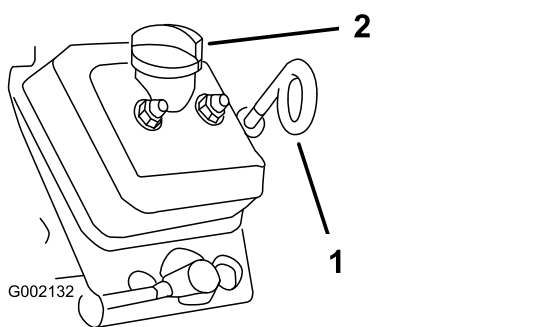

Figura 35
5. Usate un panno per pulire attorno all'asta di livello e al tappo di riempimento (Figura 35) in modo che la morchia non possa penetrare nel tubo dell'asta o nel collo del bocchettone e danneggiare il motore.
6. Estraiete l'asta di livello e pulitela (Figura 35).
7. Inserite l'asta di livello nel tubo e verificate che sia inserita a fondo (Figura 35).
10. Montate il tappo di rifornimento (Figura 35).
11. Rimontate l'asta di livello dell'olio e inseritela a fondo (Figura 35).